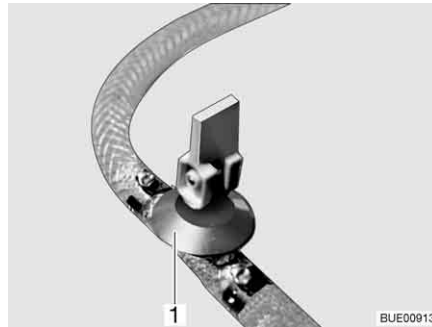

Fig. 191 Rubinetto di scarico
- Chiudere il rubinetto/i rubinetti di scarico. A questo scopo posizionare orizzontalmente la leva a bilanciere (Fig. 191,1).
- Aprire il rubinetto/i rubinetti di scarico (Fig. 191). A questo scopo posizionare verticalmente la leva a bilanciere (Fig. 191,1). Il boiler viene svuotato verso l'esterno.